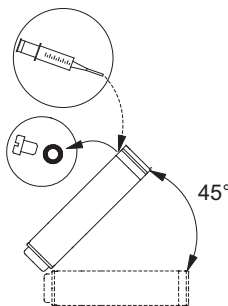

Fig. 4 Position du moteur pendant le remplissage - MS 6000
- Si le moteur a été stocké, contrôler le niveau du liquide avant l'installation. Voir fig. 4.
- Lors de la maintenance, vérifier le niveau du liquide. Voir fig. 4.
1. Positionner le moteur immergé comme indiqué à la fig. 4. La vis de remplissage doit se trouver sur le haut du moteur.
3. Injecter le liquide dans le moteur avec la seringue de remplissage, (fig. 4), jusqu'à ce que le liquide déborde.